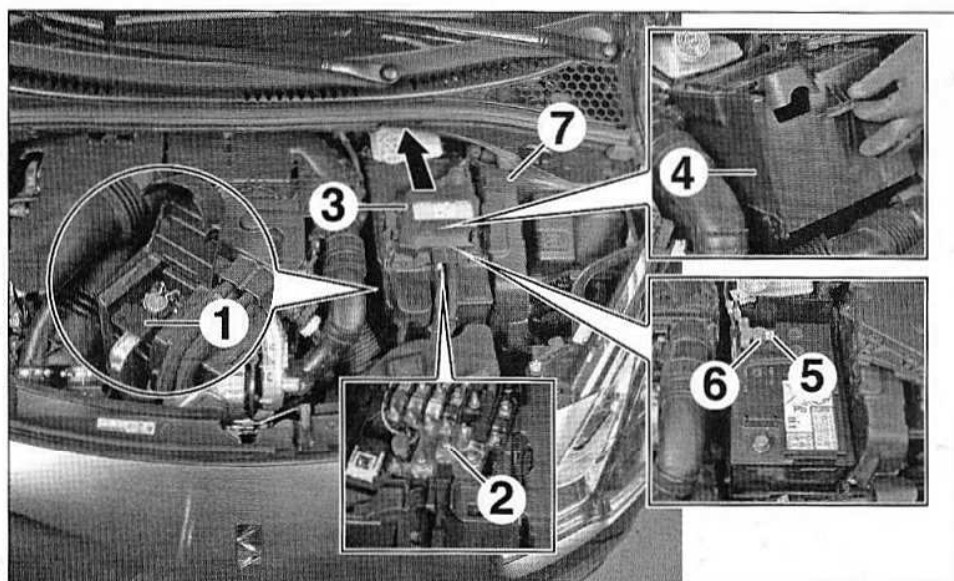

FIG.1
- Débrancher le raccord rapide (1) de la borne positive (Fig.1).
- Déposer l'écrou (2) pour libérer le câble de l'alternateur.
- Coulisser le boîtier fusibles (3) vers l'habitacle.
- Dégrafer vers le haut le couvercle (4).
- Desserrer l'écrou (5) et débrancher la borne négative (6).
- Déposer le couvercle (7).